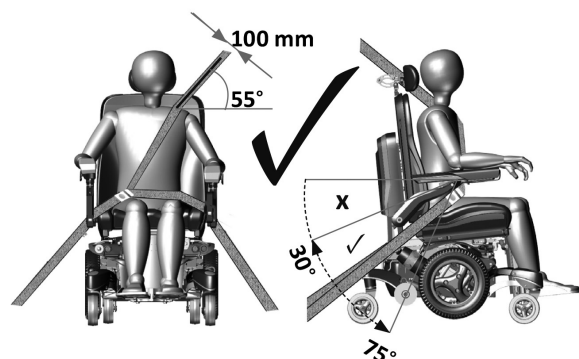
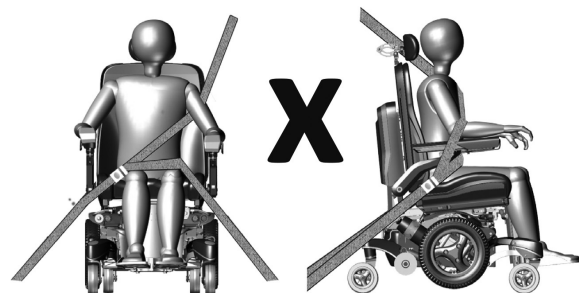

図 5.5 – 3点式乗員用シートベルトの正しい取り付け位置
図 5.6 – 3点式乗員用シートベルトの誤った取り付け位置
- 拘束具は車両の適切な支柱に取り付け、アームレストや車輪などの電動車いすの部品が、身体固定の妨げとならないようにしてください(図5.6)
- 骨盤ベルトは、骨盤前方の低い位置に、骨盤ベルトの角度が水平に対して30°～75°になるように装着してください。(図5.5)
- 推奨範囲内でより傾斜の強い(大きい)角度が好ましいとされています。(図5.5)
- 胸ベルトは、図のとおり、肩から胸にかけてしっかりと固定する必要があります(図5.5)。図5.6に、ベルトの悪い装着例を表示します